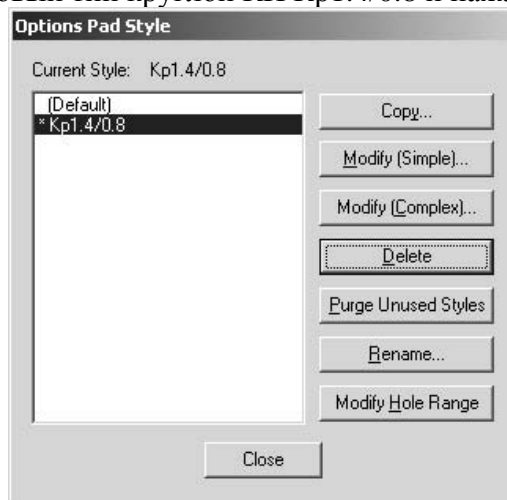

Рис.3.5.1
- Выполнить команды **Options/Pad Style**. В открывшемся диалоговом окне **Options Pad Style** в списке **Current Style** имеются КП другого типа. Поэтому для формирования нужного типа КП нажать кнопку **Copy**. В открывшемся диалоговом окне **Copy Pad Style** в поле **Pad Name** набрать новый тип круглой КП Кр1.4/0.8 и нажать кнопку ОК (рис.3.5.1).